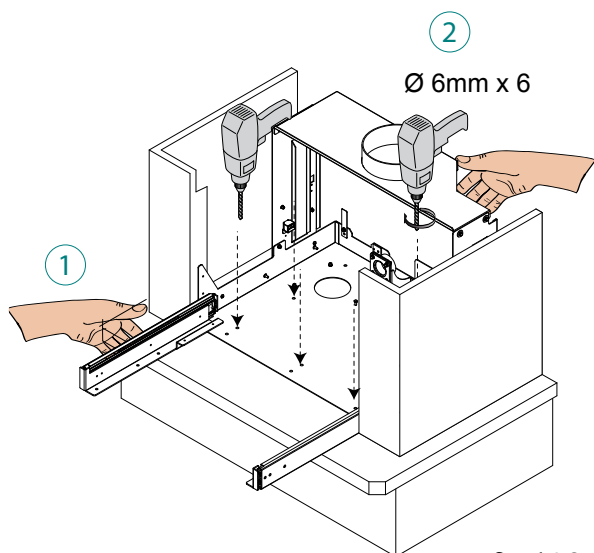

fig. 6.1.8
- 8) Posizionare la struttura portante dell'inserto nella posizione di installazione designata (1), contrassegnare e praticare 4 fori da $\varnothing 6$ per il fissaggio (2) (utilizzare la base della struttura come modello), quindi perforare con una punta del diametro di 6 mm (fig. 6.1.8)